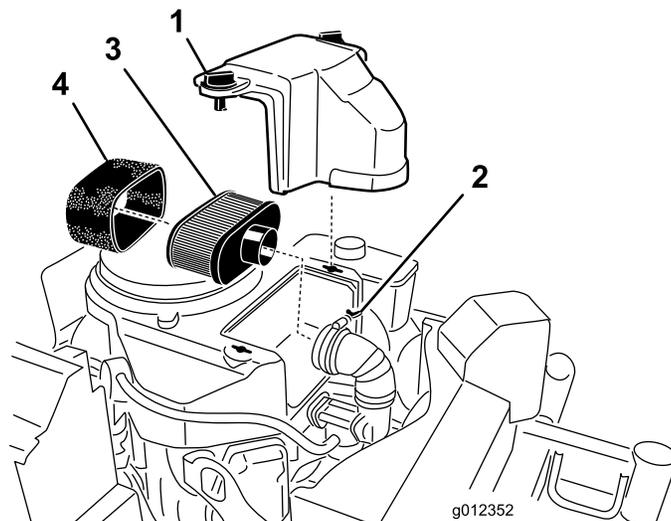

Figura 20
3. Pulite intorno al filtro dell'aria per evitare che la morchia possa penetrare nel motore provocando gravi danni (Figura 20).
4. Svitare le manopole del coperchio e toglie il coperchio del filtro dell'aria (Figura 20).
5. Allentate la fascetta stringitubo e toglie il gruppo del filtro dell'aria (Figura 20).
6. Toglite con cautela l'elemento in schiuma sintetica dall'elemento di carta (Figura 20).
1. Non pulite il filtro di carta. Sostituitelo (Figura 20).
1. Infilate con cautela l'elemento in schiuma sintetica sopra l'elemento di carta del filtro dell'aria (Figura 20).
2. Montate il filtro dell'aria completo sulla relativa base, e fissatelo con i 2 dadi ad alette (Figura 20).
3. Montate il coperchio del filtro dell'aria e serrate la manopola del coperchio (Figura 20).